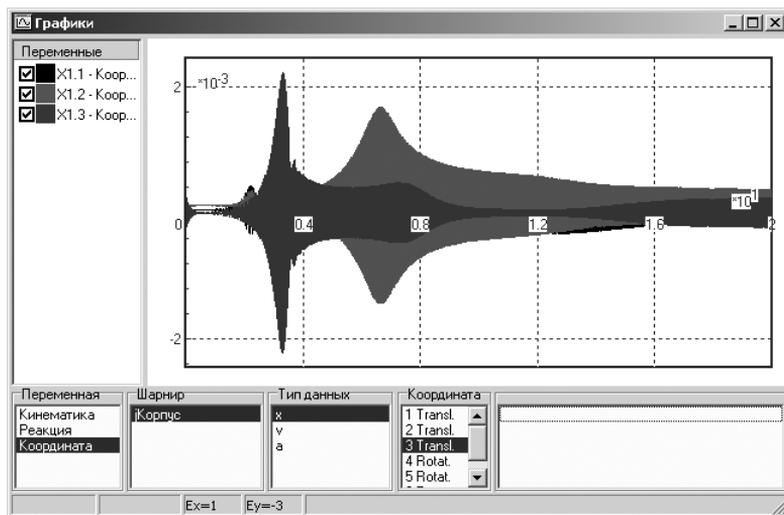

Рис. 2.127. Результат моделирования виброперемещения несбалансированного мотора при коэффициенте диссипации 300 Нс/м
- щелкните в контекстном меню по пункту **Показать все**. Кривые исследования будут изображаться в полном масштабе. Возможный результат моделирования несбалансированного мотора показан на рис. 2.127.